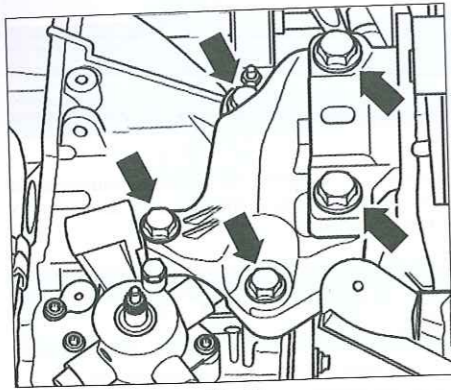

Fig. 8
- Desmontar los tornillos de fijación del soporte superior de caja de velocidades (Fig.8).